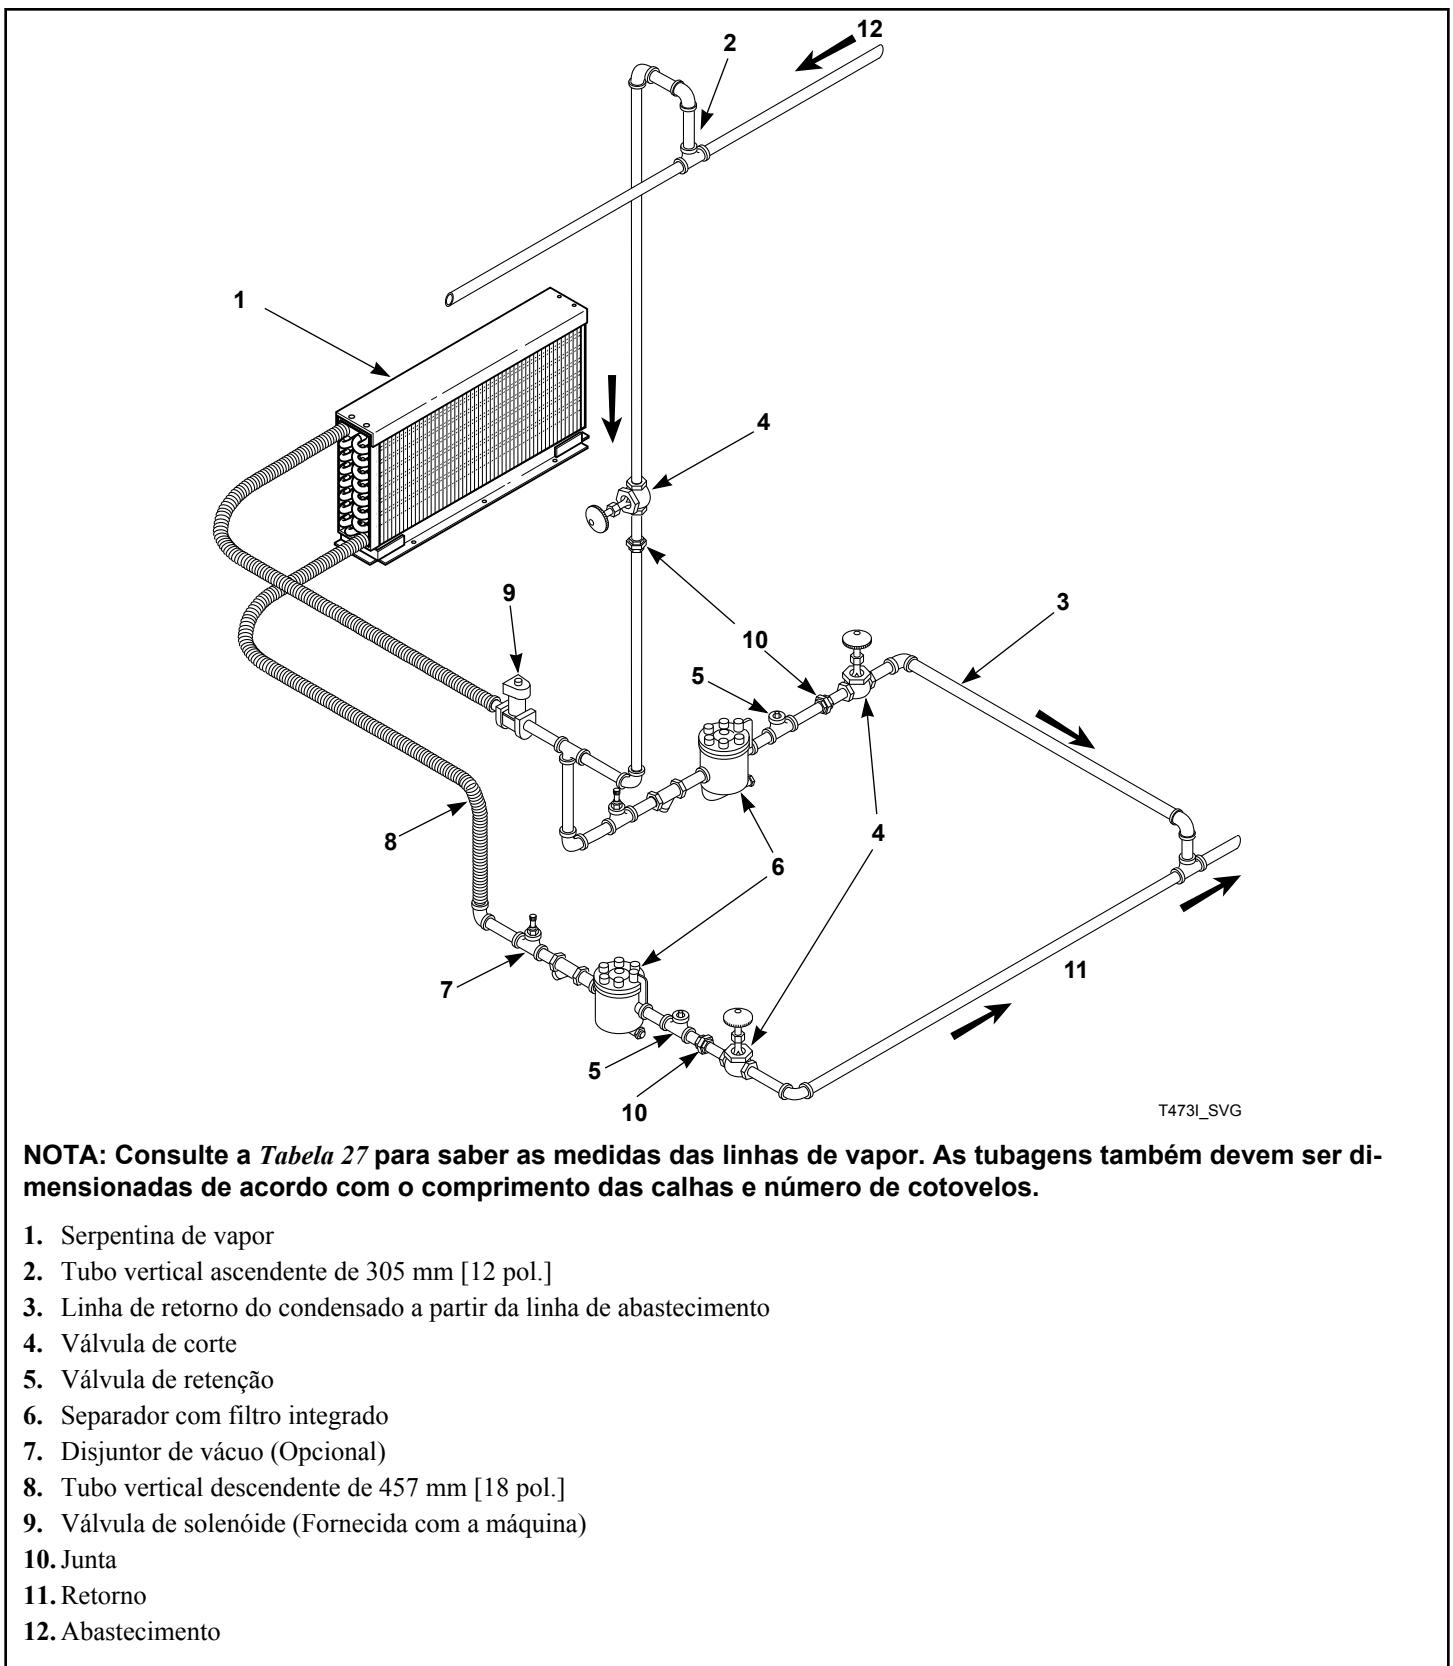

Figura 27
- Consultar a *Figura 27* para obter informações sobre as configurações das tubagens de vapor adequadas.
talação do separador de vapor e de ligação das linhas de retorno de condensado. Consulte a *Figura 27* para instalações típicas.